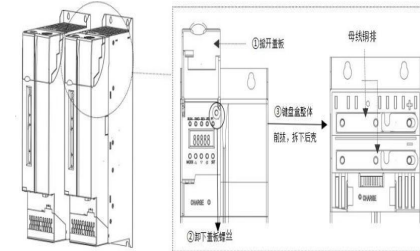

图1
- 10.1 掀开键盘盖板，卸下内部螺丝，将顶壳拆下，露出内部母线铜排，如下图1所示：